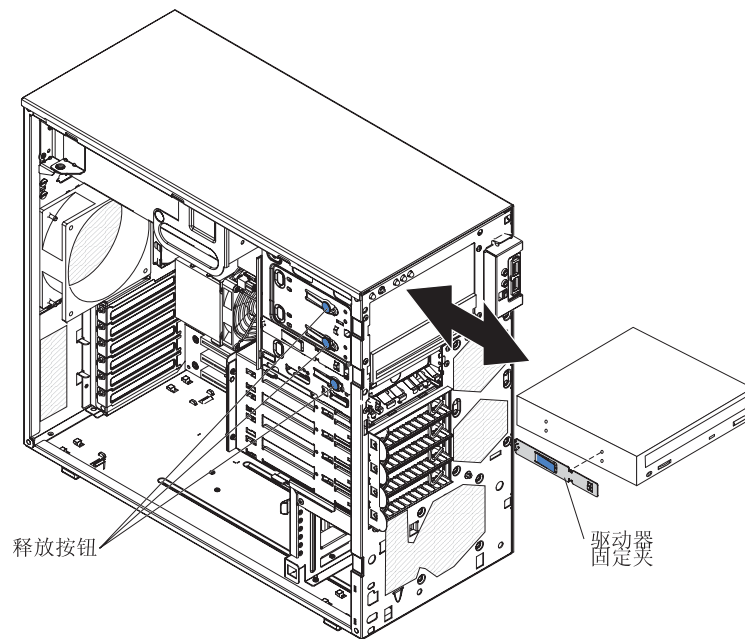

图 28. 在托架 1、2 或 3 中安装驱动器
5. 将驱动器推入托架的前部直到咬合到位（请参阅图 28）。